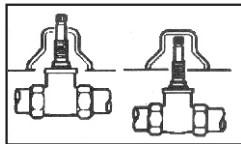

fig. 1
* KIT PROLONGADOR DECA (fig. 1)